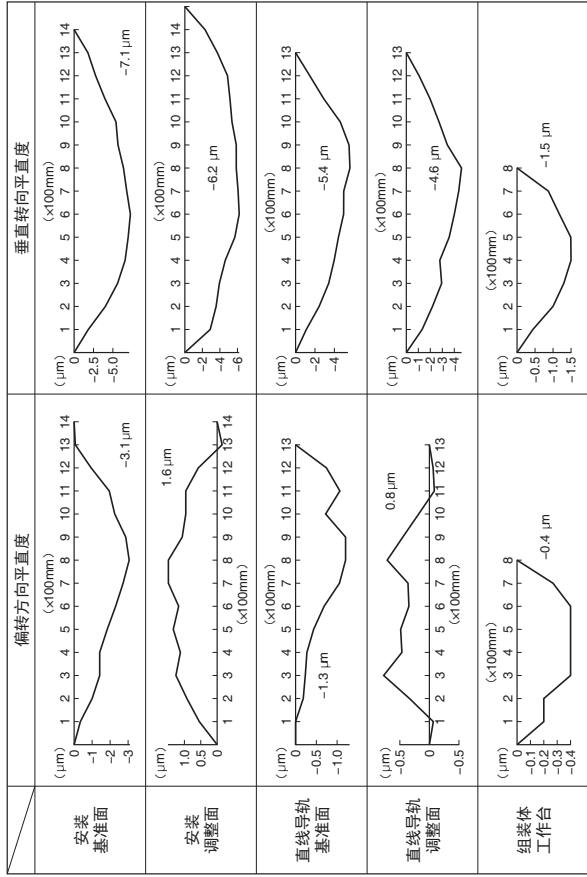

图 10.9 采用直线导轨的工作台平直度
- 图 10.9 所示的是使用 NSK 直线导轨时工作台平直度的实测示例。在该示例中，工作台平直度约为安装面平直度的 1/5。